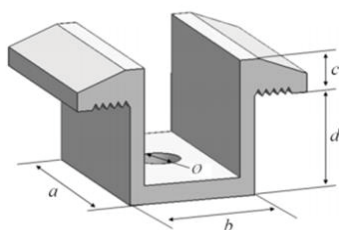
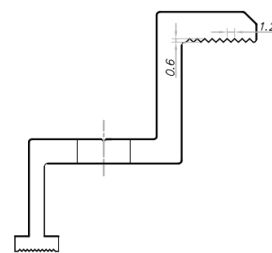

图1 中间压块示意图
图2 边压块横截面示意图
- ① 将光伏组件置于两条支架之上（不提供）。支架必须使用不锈钢材料或做过防腐处理（如热镀处理）。每块光伏组件至少需要 4 个压块去固定，在安装过程中，请勿让压块直接接触玻璃及让边框变形，否则会导致光伏组件破损。
- ② 务必避免因夹具形成的阴影对光伏组件造成遮挡效应。漏水孔不能被夹具遮挡。夹具必须与光伏组件边框保持至少 10mm 的重叠部分（保证光伏组件可靠安装的前提下可以变更夹具截面）。
- ③ 支架与光伏组件边框接触的上表面需有一个与 M8 螺栓匹配的凹槽。
- ④ 若支架上无凹槽，则需在上述提到的位置钻一个直径大小合适的孔，以便螺栓固定。
- ⑤ 确保每个压块的安装顺序为平垫圈、弹簧垫圈、螺母。
- ⑥ 图 1 所示为中间安装压块，图 2 所示为边缘安装压块及截面示意图。中间压块和边压块的尺寸为 $a \geq 50 \text{ mm}$, $b \geq 26 \text{ mm}$, $c \geq 5 \text{ mm}$, $d \geq 28 \text{ mm}$, $\varnothing = 9 \text{ mm}$ ，建议壁厚 $\geq 4 \text{ mm}$ ，当螺栓和螺丝为 8.8 等级时，推荐收紧扭矩为 17~23Nm。具体扭矩值请咨询安装商或支架供应商。
- ⑦ 为防止安装组件后脱框，建议选择边缘安装压块和中间安装压块与边框 A 面接触面均带有花纹槽结构的压块，花纹槽结构建议数量为 9 个左右，相邻花纹槽距离建议 1.2mm 左右，花纹槽深度建议 0.6mm 左右，如图 2 边缘压块横截面示意图所示。
- ⑧ 对于长度超过 2.2m 或者宽度超过 1.3m 的组件，推荐使用具有特殊防滑设计的压块，如有贴合边框 A 面弧形压合面，或者带有卡块结构设计等，压块需满足长度 $a \geq 60 \text{ mm}$ ，壁厚 $\geq 5 \text{ mm}$ ，材质 6005-T6， $R_{p0.2} > 225 \text{ MPa}$ ， $R_m \geq 265 \text{ MPa}$ 。压块的技术要求及详细资料可咨询弘元售后服务团队。